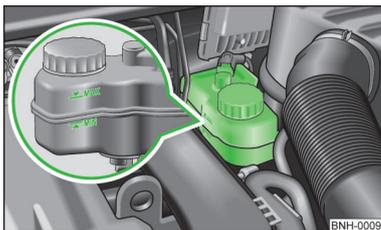

Fig. 117
Il serbatoio a polmone del liquido freni è disposto nel vano motore » fig. 117 a pagina 141.
- Qualora il livello del liquido fosse sceso sotto la tacca "MIN" » fig. 117 a pagina 141,  non proseguire la marcia - pericolo d'incidente! Richiedere l'assistenza di un'officina autorizzata.
➤ Controllare il livello di liquido freni nel serbatoio » fig. 117.